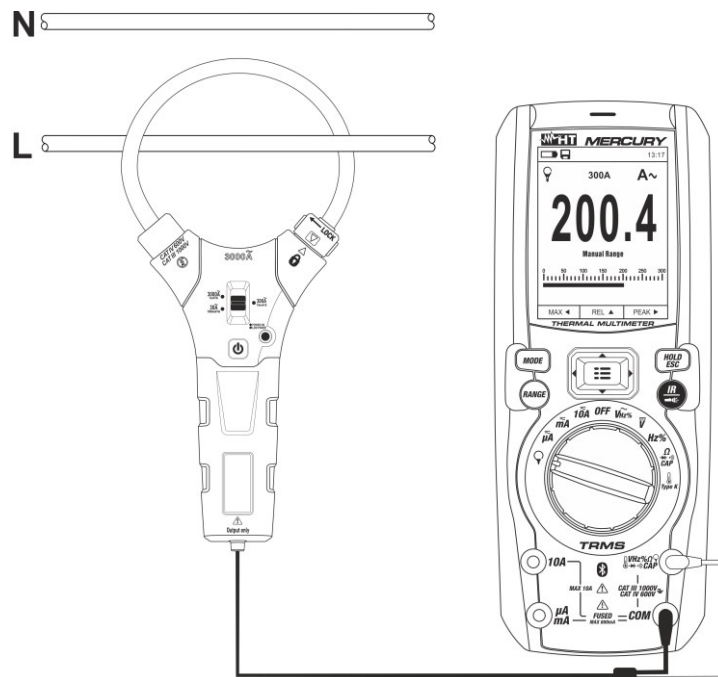

Abb. 30: Verwendung des Geräts für AC/DC Strommessung mit Strommesszange
5. Verbinden Sie die rote Anschlussleitung der Zange mit der Eingangsbuchse und die schwarze Anschlussleitung mit der Eingangsbuchse **COM** (siehe Abb. 30). Der Stromwert erscheint auf dem Display. Für Standard-Strommesszangen (siehe § 7.3.2) mit Hypertac Verbinder verwenden Sie den optionalen Adapter NOCANBA. Für Informationen über die Verwendung der Strommesszangen beziehen Sie sich bitte auf die entsprechende Bedienungsanleitung